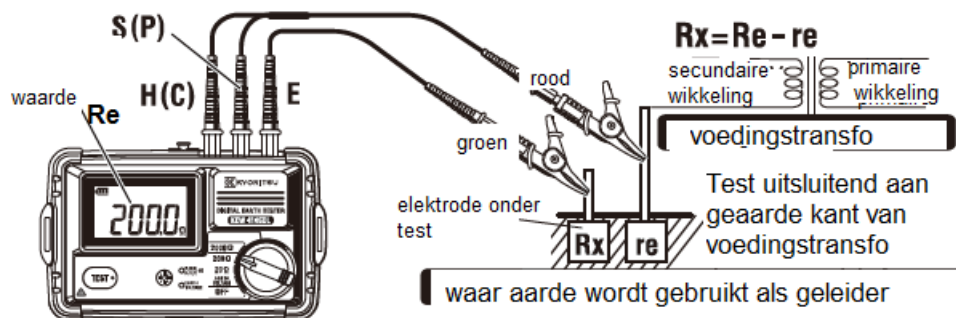

Fig. 7-12
De waarde van de aardingsweerstand van een aardingselektrode aangesloten op klem (C) – zie Fig. 7-12 – wordt toegevoegd aan de reële waarde van de aardingsweerstand **R_x** waarde aangegeven als **R_e**.